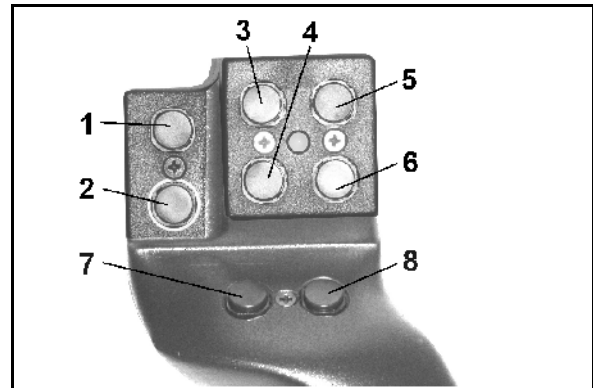
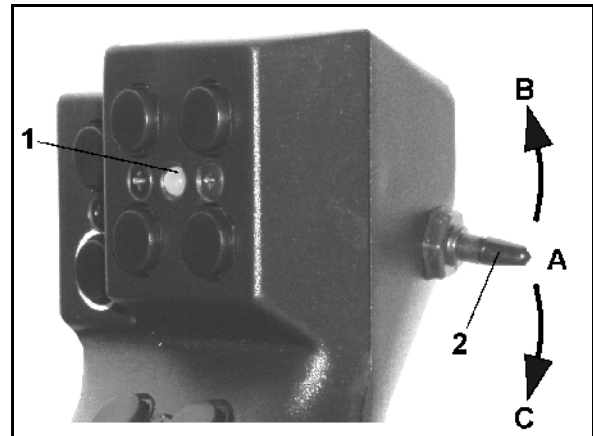

Fig. 57
Fig. 58
AMATRON 3 kullanımı için çok fonksiyonlu kol (Fig. 57) 8 tuşa (1 - 8) sahiptir. Bunun dışında şalter (Fig. 58/2) aracılığıyla tuşların döşenişi 3 kez değiştirilebilir.
- orta konumdadır (Fig. 58/A) ve
- yukarı (Fig. 58/B) veya
- aşağı (Fig. 58/C) hareket ettirilebilir.
Şalterin konumu bir LED lambasıyla (Fig. 58/1) gösterilir.